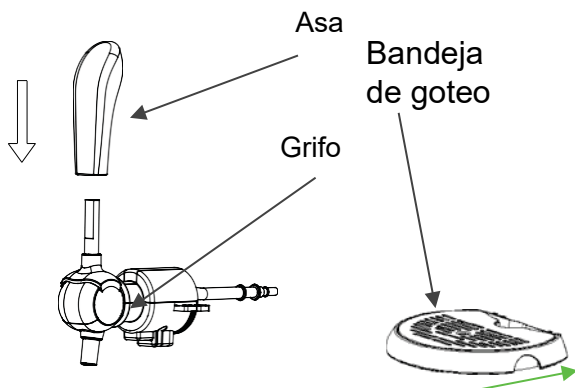

Figura 3
2. Instale el tirador en el grifo y asegúrese de que ambos extremos encajen perfectamente. Figura 3